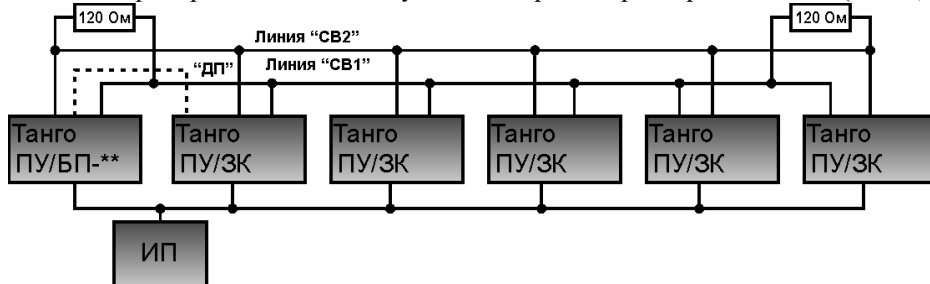

Рисунок 5
6. Согласно резисторов на клеммах приборов и в том числе на клеммах последнего прибора в линии **не требуется**, при необходимости, в случае длинных линий или в условиях больших помех (производственные здания), на клеммах последнего прибора в линии можно установить резисторы порядка 120Ом . (Рис. 5)